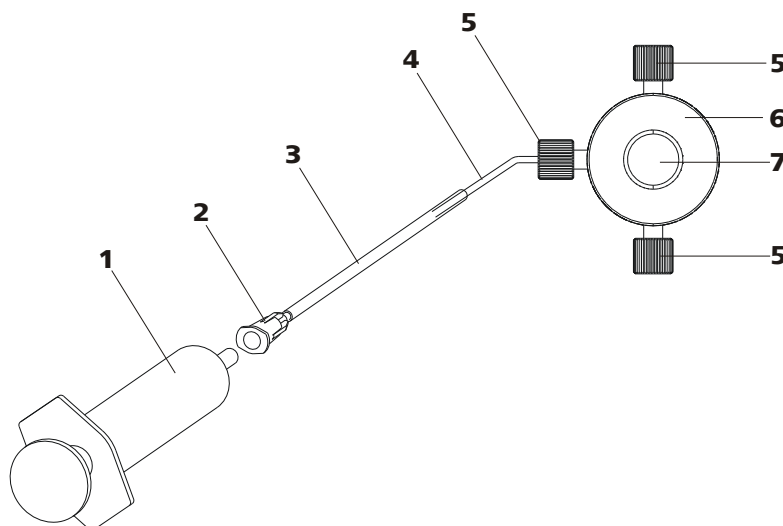

Figura 18 Purgar la bomba de alta presión
Purgue la bomba de alta presión como se indica a continuación (*véase figura 18, página 33*):
- Inserte la jeringa (18-1) en el conector Luer (18-2) de la cánula de purga (véase figura 18, página 33).